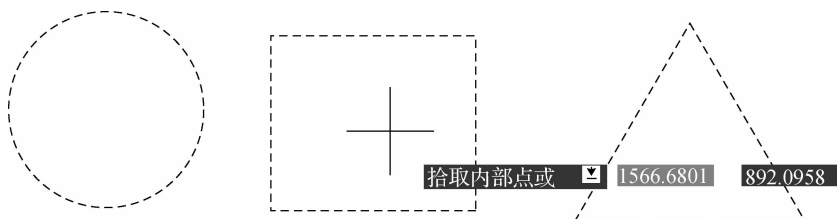

图 3-18 添加拾取点
- ①“使用当前原点”单选按钮:使用当前用户坐标系的原点作为填充图案的原点。
- ②“指定的原点”单选按钮:指定某点作为图案填充的原点。
- ③“单击以设置新原点”按钮:直接指定某点作为图案填充的原点。
- ④“默认为边界范围”复选框:选择填充边界的矩形范围 4 个角点或圆心作为图案填充的原点。
⑤“存储为默认原点”复选框:将某点保存为默认的图案填充原点。
①“添加:拾取点”按钮:点取需要填充区域内一点,系统将寻找包含该点的封闭区域填充。单击该按钮,系统将暂时关闭“图案填充和渐变色”对话框,此时就可以在闭合区域内单击,系统自动以虚线形式显示用户选中的边界,如图 3-18 所示。